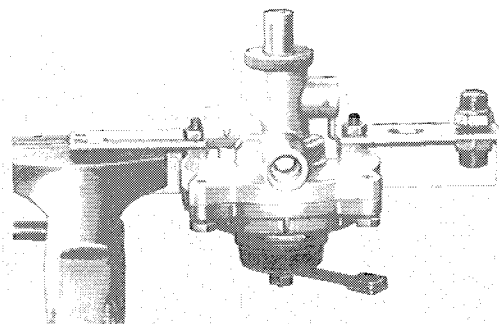

Abb. 2
a) Anhänger-Bremventil an dem im Schraubstock des Prüfstandes eingespannten Spannwinkel so befestigen, daß der Handbremshebel des Gerätes nach unten zeigt. (Siehe Abb. 2)
a) Meßbuchse So.-Wzg 018 mit Meßdorn So.-Wzg 023 in das Anhängerbremsventil eindrehen und mit der Tiefenlehre das Maß L messen (siehe Abb. 2 und 4).